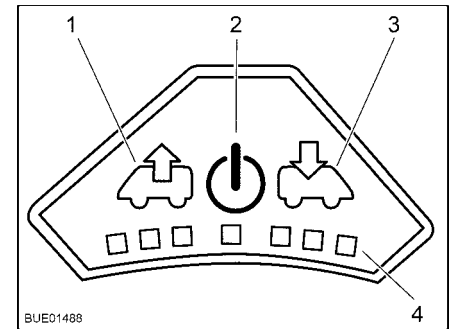

Bild 87 Bedienfeld des Ventilators
Einschalten: ■ Taste Ein/Aus (Bild 87,2) drücken. Der Ventilator läuft im Komfortmodus (Entlüften mit niedrigster Ventilatorzahl).
- Um die Ventilator Drehzahl zu erhöhen: Taste Entlüften (Bild 87,1) drücken. Die Ventilator Drehzahl in Entlüftungsrichtung nimmt um eine Stufe zu. LEDs (Bild 87,4) zeigen die Schaltstufen an.
- Um die Ventilator Drehzahl zu verringern: Taste Belüften (Bild 87,3) drücken. Die Ventilator Drehzahl nimmt um eine Stufe ab.
- Um die Ventilator Drehzahl zu erhöhen: Taste Belüften (Bild 87,3) drücken. Die Ventilator Drehzahl in Belüftungsrichtung nimmt um eine Stufe zu. LEDs (Bild 87,4) zeigen die Schaltstufen an.
- Um die Ventilator Drehzahl zu verringern: Taste Entlüften (Bild 87,1) drücken. Die Ventilator Drehzahl nimmt um eine Stufe ab.
- Taste Ein/Aus (Bild 87,2) drücken. Der Ventilator stoppt, die LEDs erlöschen.